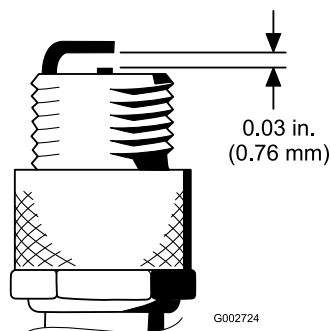

Рисунок 29
4. Установите между центральным и боковым электродами зазор 0,76 мм; см. Рисунок 29. Установите свечу зажигания с правильно отрегулированным зазором и уплотнительную прокладку. Затяните свечу с моментом 23 Н·м. Если динамометрический ключ не используется, надежно затяните свечу.